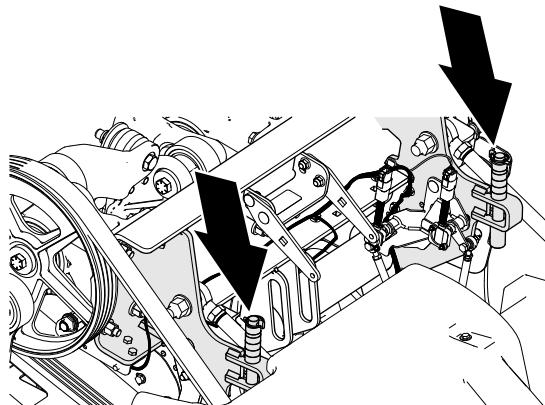
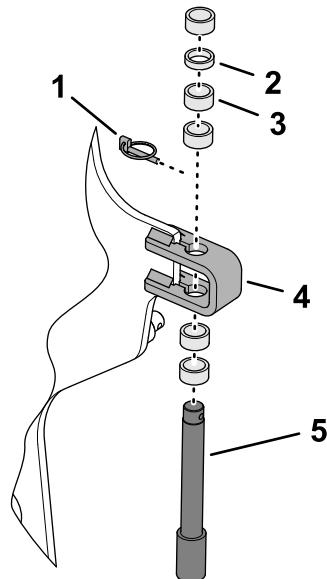

Figura 120
Figura 121
3. Rimuovete la coppia ad anello che fissa il perno e i distanziali di arresto della profondità alla staffa di arresto (Figura 120 e Figura 121).